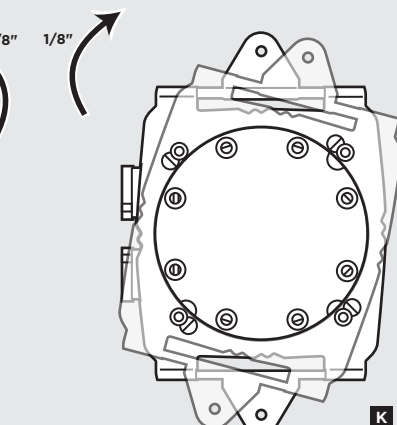

figure 2
- Installieren Sie die AMD-Halterung, indem Sie das Drehschloss ausrichten, nach innen drücken, in die entgegengesetzte Richtung drehen und die Halterung somit sichern (Abbildung 2).
- Installeer de AMD-retentiebeugel door de twistlock uit te lijnen, in te drukken en in de tegengestelde richting te draaien, totdat de retentiebeugel vastzit (afbeelding 2).
- Zamontuj uchwyty AMD. W tym celu dopasuj go do zacisku typu twist lock, wepchnij i obróć w przeciwnym kierunku, aby stabilnie zamocować (rysunek 2).
- Установите кронштейн AMD. Для этого правильно совместите поворотный замок, вставьте элемент и поворачивайте в обратном направлении до фиксации кронштейна (рис. 2).
• 安装 AMD 支架的方法是先对齐扭转锁, 推入再往反方向转动, 将支架锁紧 (图 2)。